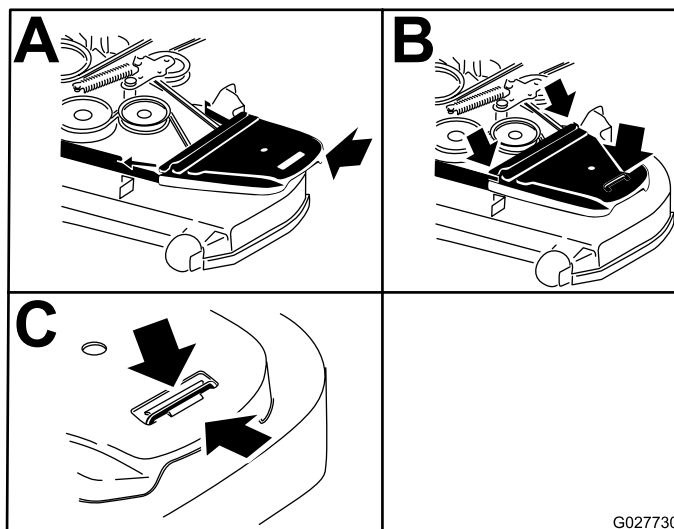

Figura 62
15. Montate i copricinghia (Figura 62).